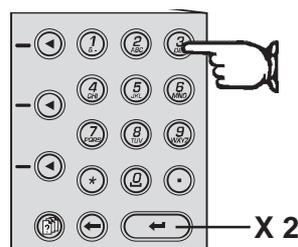

fig. 53
- 9) Das gesammelte Produkt wiegen und das Nettogewicht manuell über die Nummertastatur in die Konsole eingeben (Abb. 53).